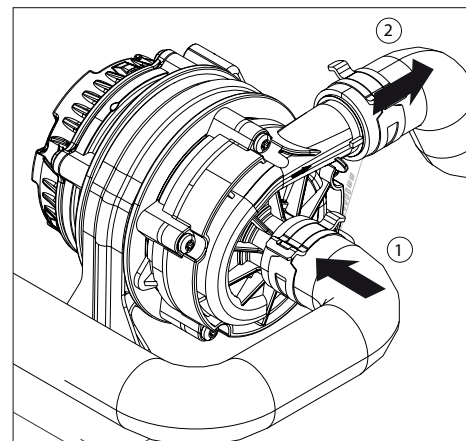
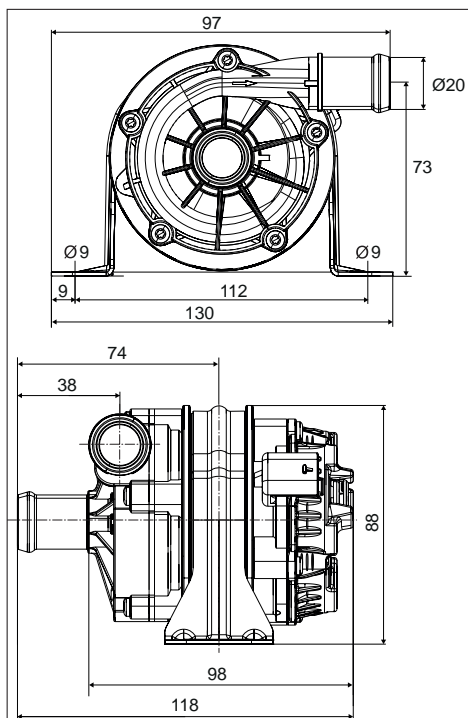

Fig. 09: Pompa del liquido refrigerante U4850, esempio di montaggio
Fig. 10: Pompa del liquido refrigerante U4850, misure di montaggio (in mm)
- Montaggio della pompa del liquido refrigerante, v. Fig. 03, Fig. 09 e Fig. 10.